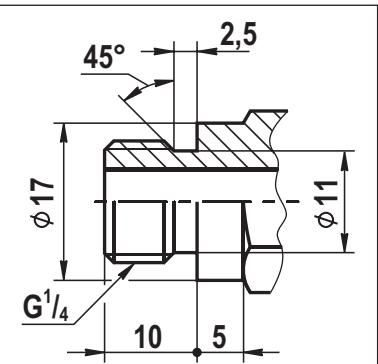

Рис. 1-4
10. Для подключения датчиков-реле давления или других устройств и приборов в корпусе клапана предусмотрены отверстия с резьбой G1/4, закрытые заглушками (кроме клапанов ВН1/2Н-0,2; ВН3/4Н-0,2; ВН1Н-0,2 и клапанов серии ВФ). Рекомендуемая форма конца присоединяемого штуцера, предназначенного для подсоединения датчика-реле давления и вкручиваемого в корпус клапана, приведена на рис. 1-4. Применяемое для уплотнения соединения - кольцо резиновое 014-017-19 ГОСТ 9833 (dвнутр.=13,6 мм; s=1,9 мм). Для уплотнения резьбы в месте подключения приборов используйте ленту ФУМ или аналогичный уплотняющий материал.